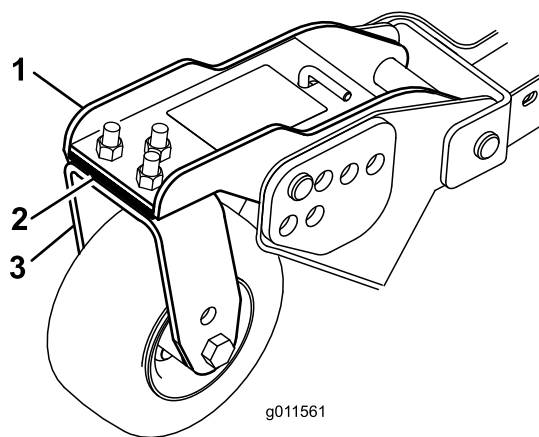

Figura 30
3. Regolate gli spessori (3 mm) sul braccio (o bracci) della ruota orientabile, finché l'altezza di taglio non corrisponde al valore riportato sull'adesivo (Figura 30).